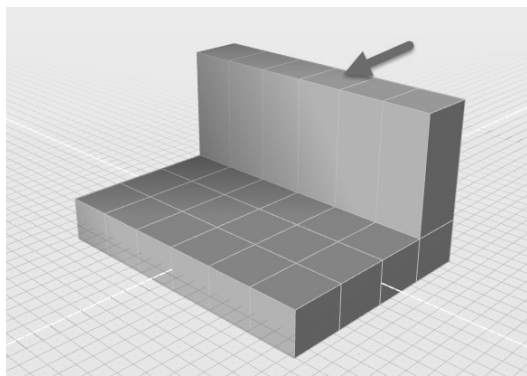

图 7-5 挤出并设置挤出高度
3) 按快捷键 <D>, 切换至编辑面状态。选中图 7-5 所示的面, 向 Z 轴正方向挤出, 在挤出过程中按空格键, 可在控制台输入挤出高度 “80cm”。